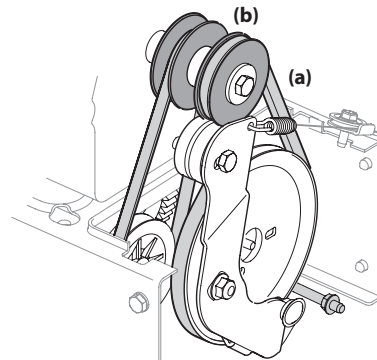

Figura 4-17
4. Deslice la correa de la barrena frontal fuera de la polea del motor empujándola hacia adelante y haciéndola rodar fuera de la polea. Vea la Figura 4-17.